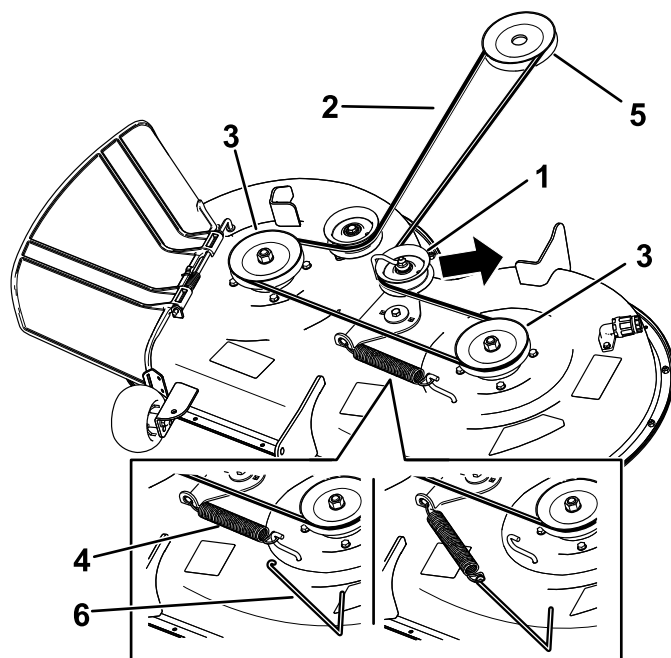

Figura 59
7. Con una herramienta para la retirada de muelles (Pieza Toro N.º 92-5771), retire el muelle tensor del gancho de la carcasa para eliminar la tensión de la polea tensora y retire la correa de las poleas (Figura 59).
8. Pase la correa nueva alrededor de las poleas del motor y del cortacésped (Figura 59).
9. Con una herramienta para la retirada de muelles (pieza Toro n.º 92-5771), instale el muelle tensor sobre el gancho de la carcasa y tense la polea tensora y la correa del cortacésped (Figura 59).